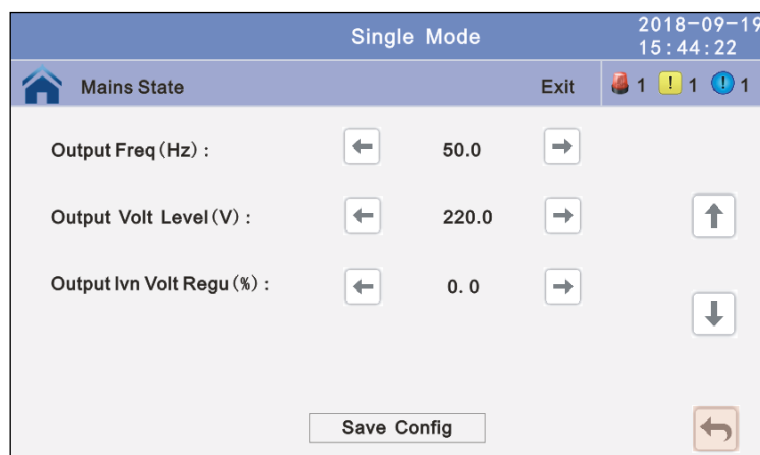

Fig. 4-32 Submenú Settings/Advanced Settings/Output
- Submenú de Ajuste de la Salida (Fig. 4-32)